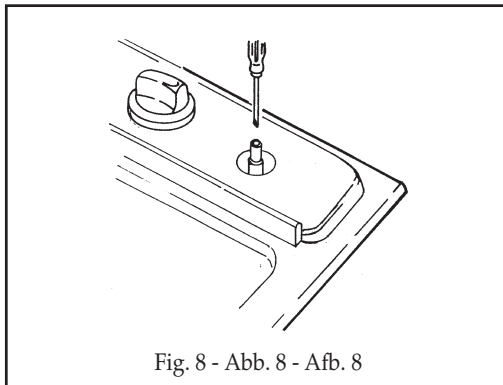

Fig. 8 - Abb. 8 - Afb. 8
- per la regolazione del minimo agire con opportuno cacciavite sulla vite posta sul rubinetto (Fig. 8) dopo averlo ruotato in posizione di minimo. Per GPL (butano/propano) avvitare a fondo.
- to adjust to the minimum, use a screwdriver on the screw placed on the tap (Fig. 8) after turning the tap to its minimum position. For LPG (butane/propane) screw tight.
- pour le réglage au minimum, tournez à l'aide d'un tournevis approprié la vis dans l'axe du robinet (Fig. 8) après avoir placé le robinet sur la position du minimum. Pour GPL (butane/propane) serrez à fond.
- bei der Einstellung des Mindestwertes, den Hahnhebel auf das Minimum drehen und die Einstellschraube am Hahn mit entsprechendem Schraubenzieher drehen (s. Abb. 8). Bei Betrieb mit Flüssiggas (Butan-/Propangas) Einstellschraube fest anziehen.
- para la regulación del mínimo, usar un destornillador apropiado en el tornillo puesto sobre la llave (Fig. 8) después de averlo girado en la posición de mínimo. Para GPL (Butano/propano) atornillar a fondo.
- teneinde het minimum in te stellen draait men met een schroevendraaier de schroef aan de kraan (z. afb. 8), nadat deze op het minimum gedraaid werd. Bij toestellen die op vloeibaar gas (butaan/propan) werken moet men de stelschroef vast aandraaien.
- para a regulação do mínimo agir com uma oportuna chave de parafuso sobre o parafuso colocado na torneira (Fig. 8) depois de o ter rodado à posição mínimo. Para GPL (butano/propano) ataraxar a fundo.